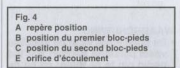

Fig. 4
- 3 Appliquez la bande adhésive S de référence (fig. 4) après avoir dégraissé la surface, in cas échéant. La bande doit être appliquée dans le sens de la longueur, le repère A devant se trouver à la hauteur du orifice E de la baignoire.